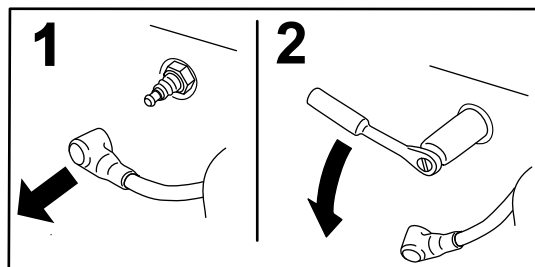

Figura 46
3. Retire la bujía, según se muestra en **Figura 46**.